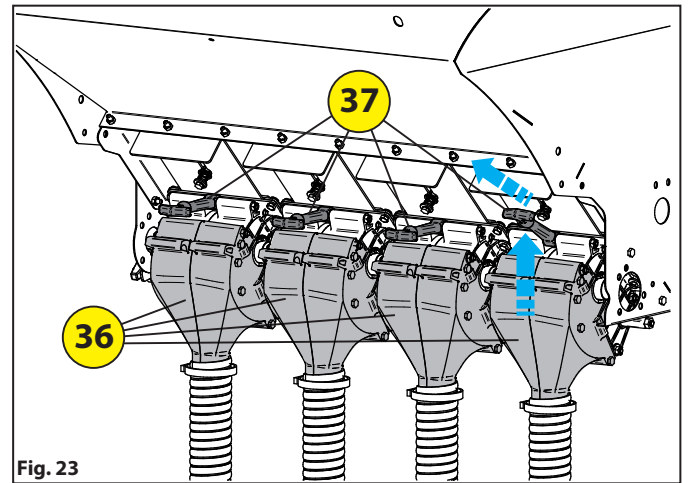
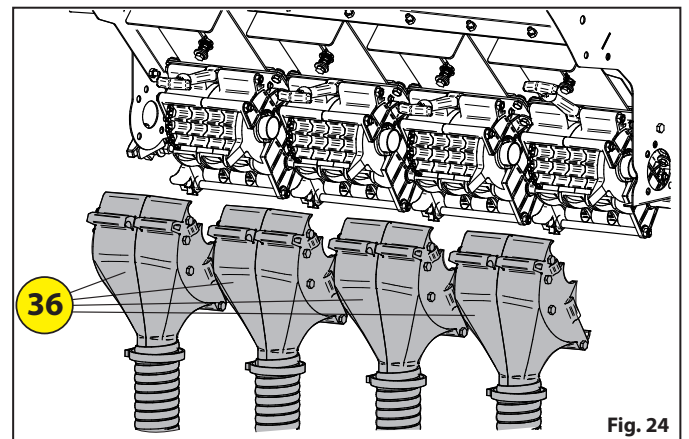

Fig. 23
Fig. 24
- Zdjąć osłony 36 dozowników unosząc je i pociągając dźwignię zamykającą 37 « Fig. 23 » - « Fig. 24 ».